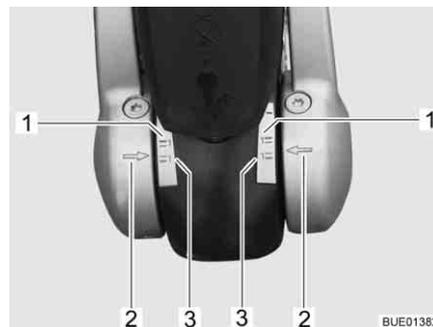

Fig. 204 Visualizador Forros de fricción a la izquierda y derecha
- Si las flechas en la arandela de presión (Fig. 204,2) se encuentran por debajo o sobre la superficie de marcación verde (Fig. 204,3), los forros de fricción estarán como nuevos.
- Si las flechas en la arandela de presión se encuentran dentro de las superficies de marcación (Fig. 204,1 y 3), los forros de fricción estarán ligeramente desgastados.
- Si las flechas en la arandela de presión se encuentran sobre o por encima de la superficie de marcación roja (Fig. 204,1), los forros de fricción estarán desgastados. Dejar que los forros de fricción sean sustituidos.